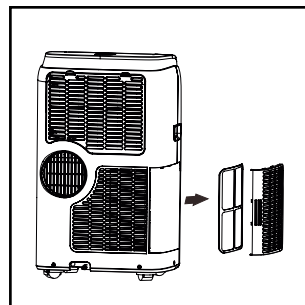

Abb. 29
Schritt 1: Nehmen Sie einen Filter heraus, wie aus Abb. 29 ersichtlich.